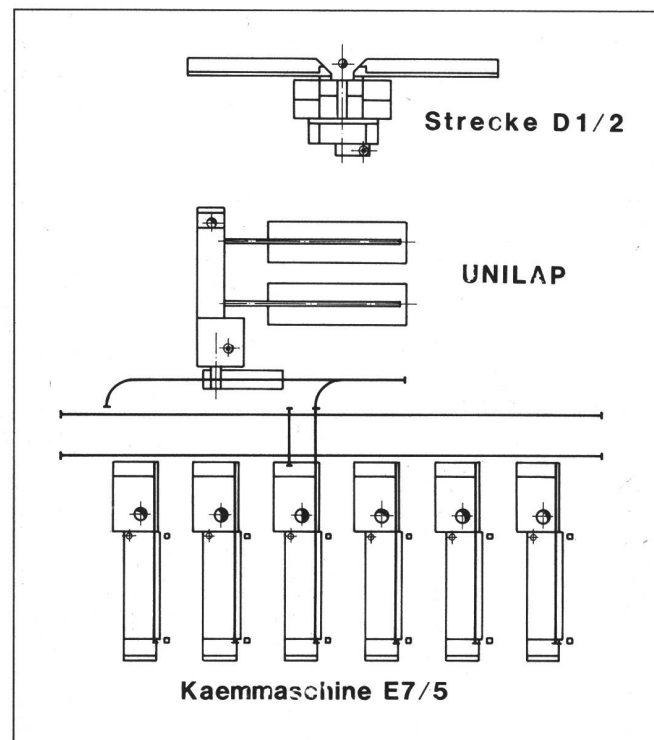

Abb. 9
- Transportsystem E6/4 mit Verschiebebrücke und offenem Hängbahnverlauf (Bild 9)